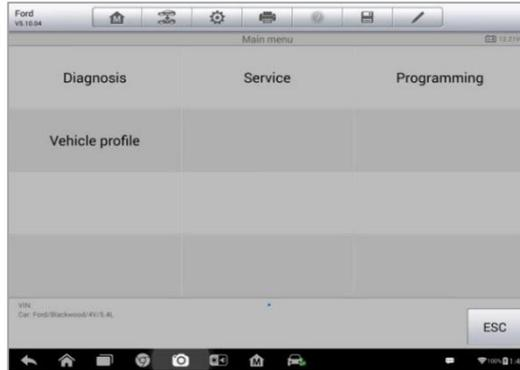

Figura 4-2 **Pantalla de Diagnóstico de Vehículo**
5. Toque en **Hecho**. El vehículo será identificado en unos pocos segundos, y una vez que el emparejamiento sea éxito, el sistema le guiará a la pantalla de Diagnóstico del vehículo directamente. (*Figura 4-2*)
La pantalla de Diagnóstico del vehículo (*Figura 4-2*) tiene 2 opciones principales: